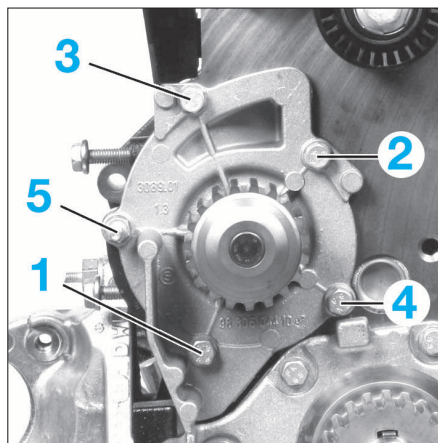

FIG. 31
- Déposer les vis de fixation de la pompe à eau et la dégager (Fig.31).
À la repose, nettoyer soigneusement les plans de joint de la pompe et du bloc-cylindres à l'aide d'un produit décapant. Mettre en place la pompe à eau munie d'un joint neuf dans le bloc-cylindres et serrer ses vis de fixation dans l'ordre (Fig.31) en deux passes (0,5 + 1,6 daN.m). Procéder à la repose et au calage de la courroie de distribution. Procéder au remplissage et à la purge du circuit de refroidissement et contrôler l'absence de fuites moteur tournant.